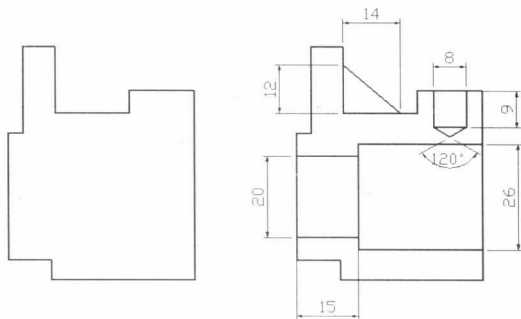

图1-16
**【练习1-16】：** 打开附盘文件“1-16.dwg”，利用极轴追踪、对象捕捉及自动追踪功能，将图 1-16 中的左图修改为右图。